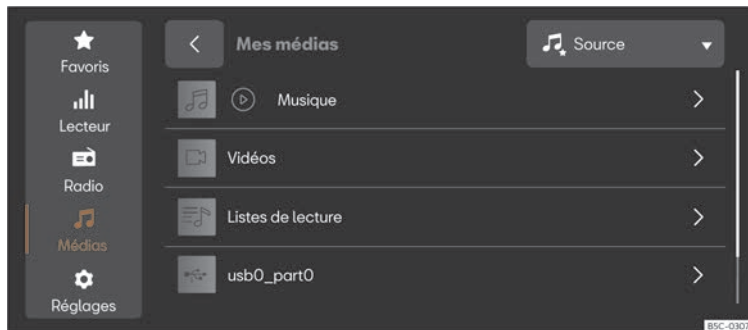

Fig. 179 Représentation schématique : Vue Multimédia.
- Appuyez sur **MENU** > > >>> **fig. 179**.